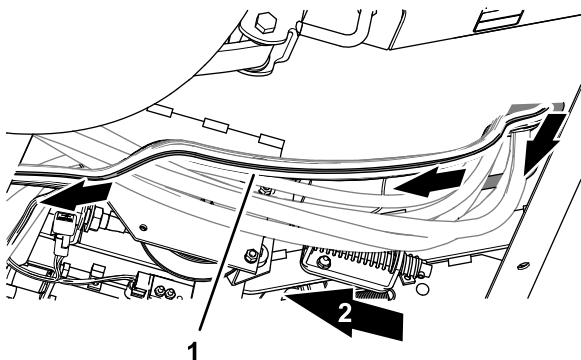

**Рисунок 169**
1. Проложите другой конец жгута проводов шины ISO-CAN через уплотнительную втулку пола (Рисунок 169).